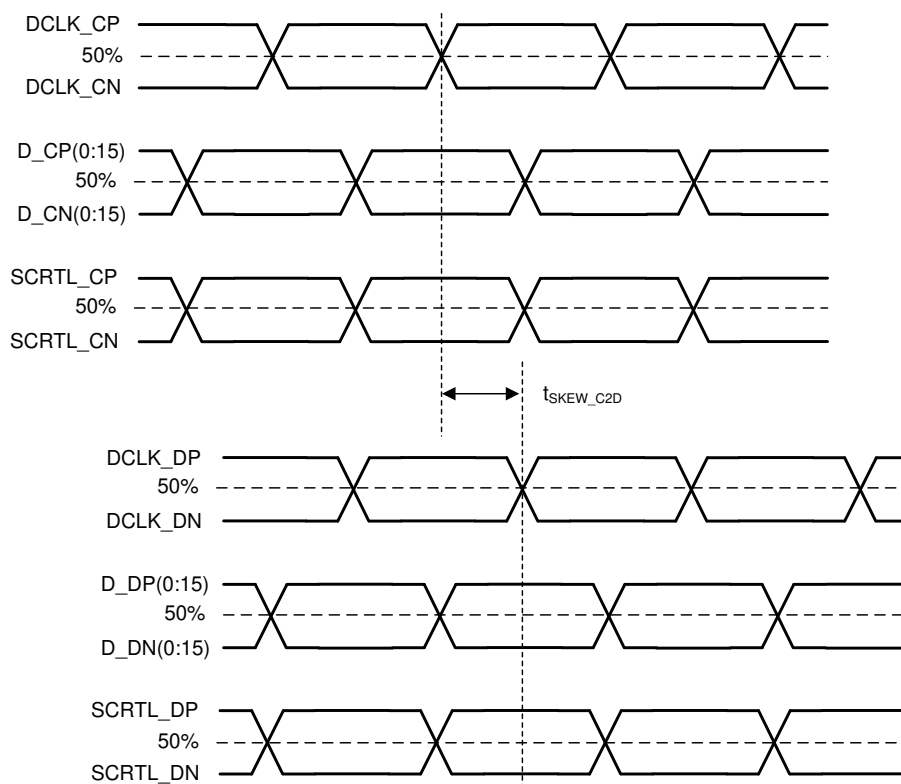

図 5-8. LVDS スキュー パラメータ
(5) 図 5-8 を参照してください。
(6) 図 5-8 を参照してください。
(7) チャンネル A (バス A) には次の LVDS ペアが含まれます: DCLK\_A、SCTRL\_A、D\_A。
(8) チャンネル B (バス B) には次の LVDS ペアが含まれます: DCLK\_B、SCTRL\_B、D\_B。
(9) チャンネル C (バス C) には次の LVDS ペアが含まれます: DCLK\_C、SCTRL\_C、および D\_C。
(10) チャンネル D (バス D) には、以下の LVDS ペアが含まれます: DCLK\_D、SCTRL\_D、D\_D。